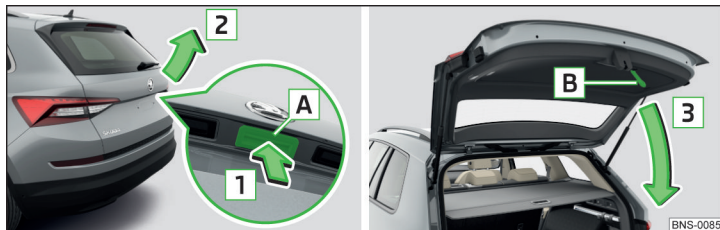

Fig. 60 Abrir/cerrar la tapa del maletero
- Para **abrir** presionar la tecla **A** en el sentido de la flecha **1** » **fig. 60.**
La tecla **A** » **fig. 60** es desactivada cuando se arranca y/o a partir de una velocidad de más de 5 km/h. Después de parar y abrir una puerta se volverá a activar la tecla.